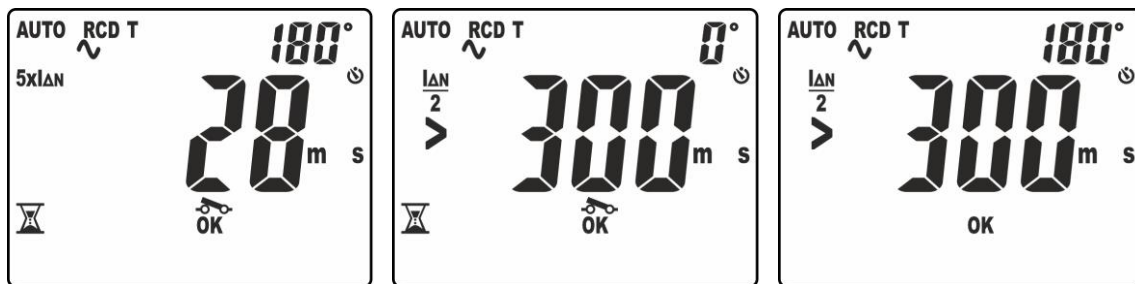

Fig. 33: Tiempo de intervención en modo AUTO – Pantallas 2
13. La cuarta prueba realizada es con corriente de prueba $5 \times I_{\Delta n}$ y polaridad 180° . El resultado de la medida parcial se muestra en pantalla con indicación "OK" o "NOT OK" (ver Fig. 33 – parte derecha). El símbolo "🔌" parpadeante indica que es necesario rearmar el RCD
14. La quinta prueba realizada es con corriente de prueba $\frac{1}{2} I_{\Delta n}$ y polaridad 0° . El resultado de la medida parcial se muestra en pantalla con indicación "OK" o "NOT OK" (ver Fig. 33 – parte central). El mensaje ">300ms" indica el fuera de escala del instrumento indicando la correcta no intervención del RCD en tal situación. El símbolo "🔌" parpadeante indica que es necesario rearmar el RCD
15. La sexta y última prueba es con corriente de prueba $\frac{1}{2} I_{\Delta n}$ y polaridad 180° . El resultado de la medida parcial se muestra en pantalla (ver Fig. 33 – parte derecha). El mensaje ">300ms" indica el fuera de escala del instrumento indicando la correcta no intervención del RCD en tal situación. La indicación "OK" o "NOT OK" indica en este caso también el resultado final de la prueba